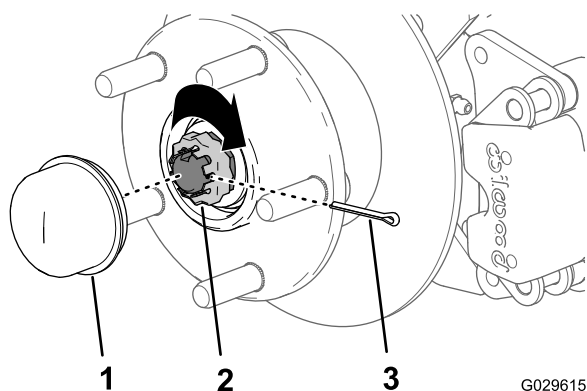

Figure 36
8. Placez le frein d'écrou sur l'écrou et vérifiez que la fente du frein d'écrou et le trou dans la fusée sont alignés et permettent d'insérer la goupille fendue (Figure 36).
9. Insérez la goupille fendue et repliez chaque jambe autour du frein d'écrou (Figure 36).
10. Reposez le capuchon antipoussière sur le moyeu (Figure 36).